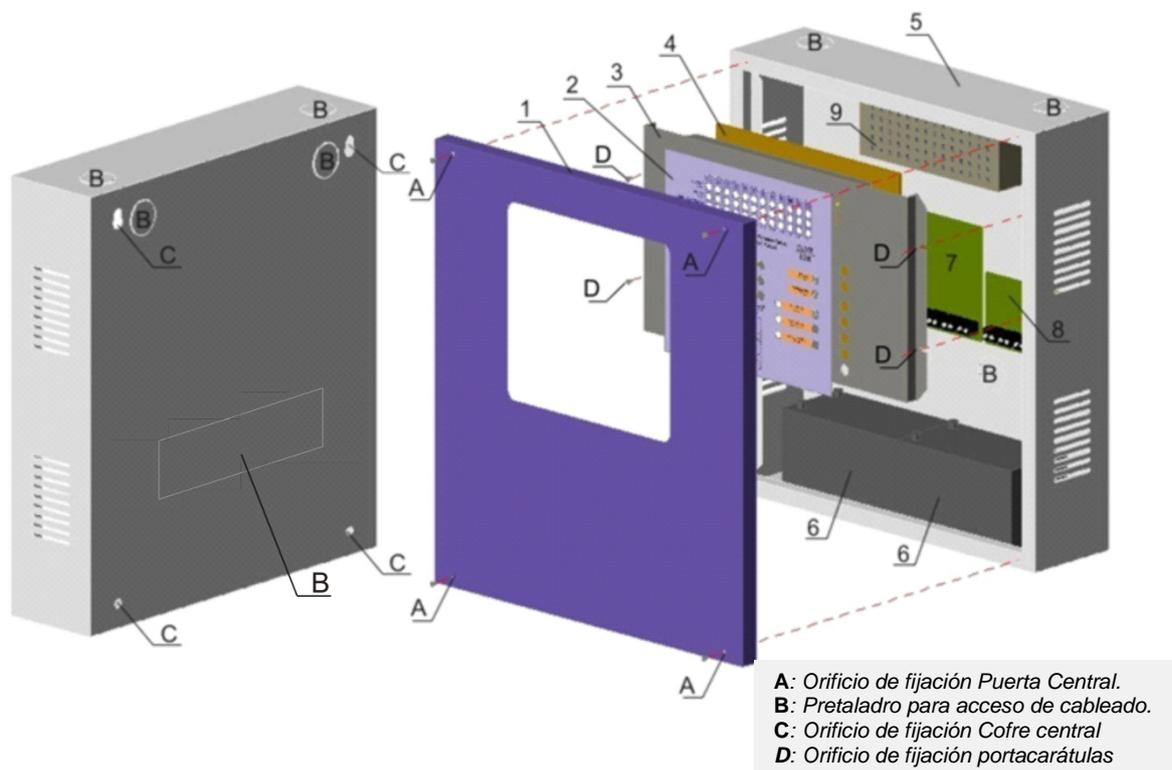

Figura 3: Diagrama cofre y puerta central
La central CCG se basa en un cofre metálico, en cuyo interior se sitúan los diferentes componentes. La puerta se fija en el cofre mediante 4 tornillos frontales (letra A en la figura 3) situados cerca de las esquinas.
En cuanto al cofre, éste va provisto de 6 pretaladros circulares de 28 mm y 1 rectangular de 137 x 36 mm para permitir el acceso del cableado a la central (Letra B en la figura 3).
Para la instalación del cofre a la pared, existen 4 orificios de diámetro 8 mm distribuidos en la cara posterior cerca de las esquinas (letra C de la figura 3).
Por tanto, el proceso de instalación de la central es el siguiente (ver figura 3):
- Realizar los taladros necesarios para sujetar la central en la pared. Para ello tener en cuenta los orificios (C) situados en las esquinas del cofre (ver figura 3).
- Desmontar la puerta del cofre retirando los tornillos (A) de las esquinas.
- Abrir los pretaladros (B) necesarios para el paso de los cables a la central.
- Montar el cofre en la pared usando los orificios (C).